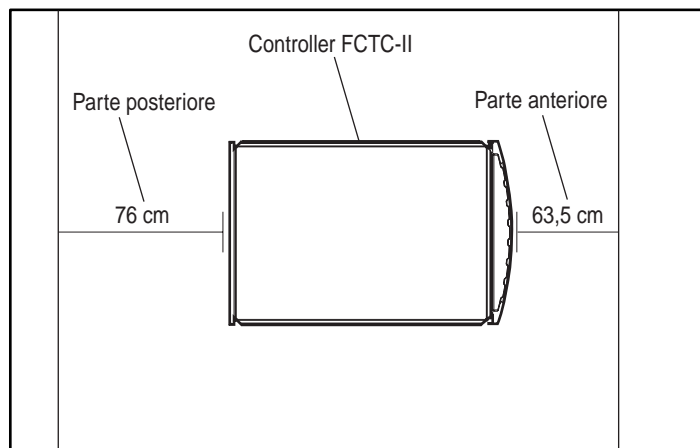

Figura 2-1. Requisiti di spazio per il controller FCTC-II
- Per consentire un'adeguata manutenzione e garantire un adeguato flusso d'aria nella parte posteriore del rack, occorre disporre di uno spazio di almeno 76 cm (circa 30") nella parte posteriore del rack. Vedere la Figura 2-1